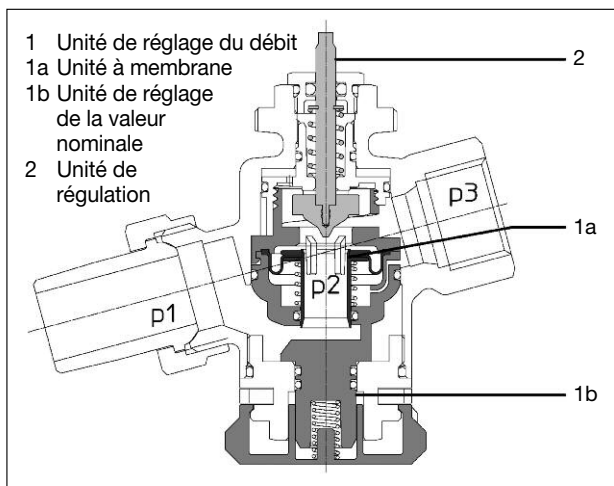
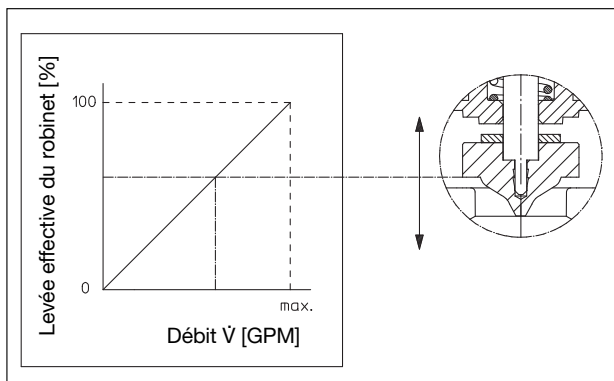
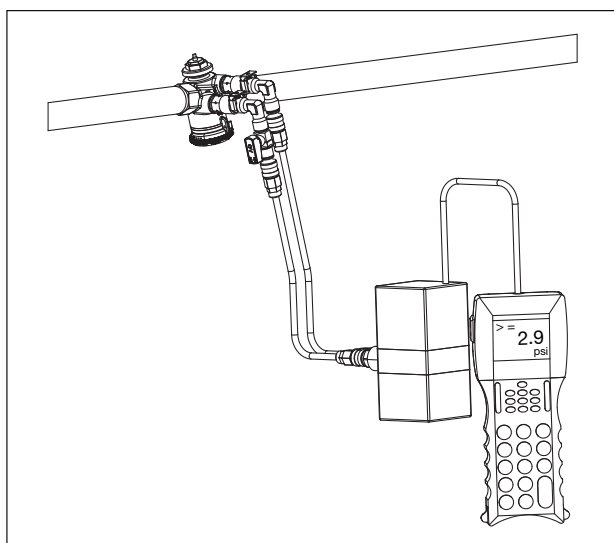

Fig. 5.1 Construction «Cocon QTZ»
Fig. 5.3 Courbe de fonctionnement de l'unité de régulation de «Cocon QTZ»
Fig. 5.4 Mesure de la pression différentielle
L'appareil de mesure de débit «OV-DMC 2» peut être raccordé aux prises de pression (modèle «Cocon QTZ» avec prises de pression) pour vérifier si le robinet fonctionne dans sa plage de réglage. Le réglage du circulateur peut être optimisé en mesurant la pression différentielle (fig. 5.4).
Avec l'appareil de mesure de débit (par ex. «OV-DMC 2») (fig. 5.4) raccordé, la pression différentielle est mesurée à travers l'ensemble de débit (pos. 3, fig. 5.1/5.2). Le robinet de réglage doit être complètement ouvert (dévisser les capuchons de protection ou mettre le moteur en position ouverte). Dès que la pression différentielle mesurée serait au même niveau où supérieur à la pression différentielle Δp_M indiquée dans le diagramme, le robinet fonctionne dans sa plage de réglage.
A l'aide de l'unité à membrane intégrée (pos. 1a, fig. 5.1/5.2), le robinet de réglage et de régulation combiné «Cocon QTZ» assure un réglage de la pression différentielle «p₂»-«p₃» sur une valeur constante non seulement à travers l'unité de régulation commandée par le moteur (pos. 2, fig. 5.1/5.2) mais aussi à travers l'unité de réglage de la valeur nominale réglable sur une valeur de débit maximale (pos. 1b, fig. 5.1/5.2).
L'unité de régulation (pos. 2, fig. 5.1/5.2) dispose d'une courbe de fonctionnement presque linéaire (fig. 5.3).